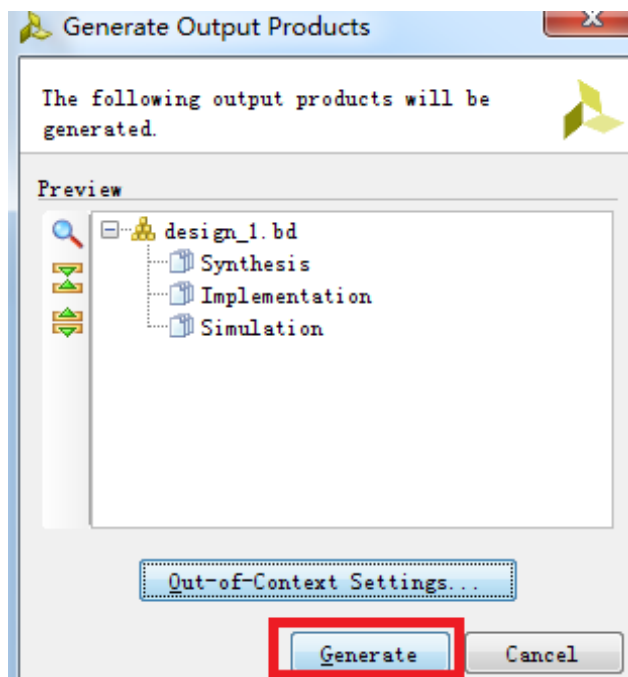
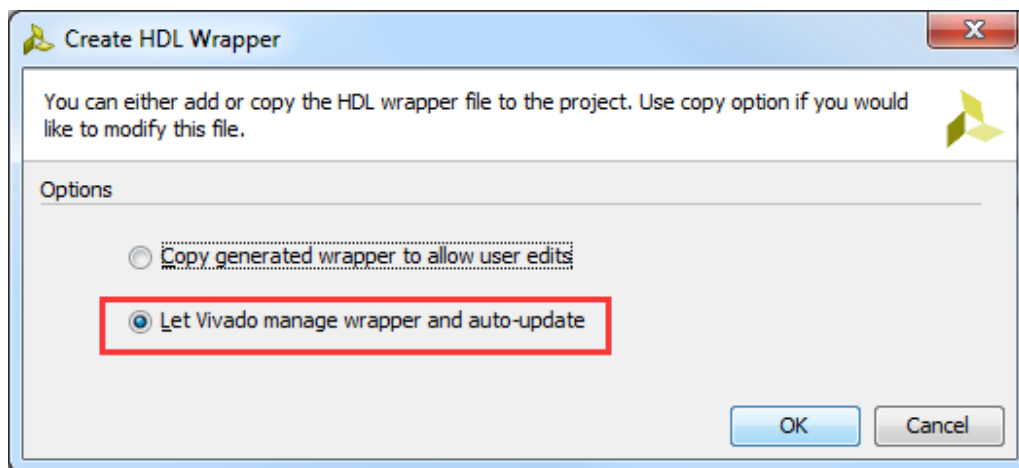

图 2-14 生成顶层文件界面
图 2-15 创建 HDL 文件界面
10) 在生成输出文件的界面中点击 **Generate**，如图 2-14。生成完输出文件后，再次右击 **design_1**，选择 **Create HDL Wrapper**，创建 HDL 代码文件。对原理图文件进行实例化。在创建 HDL 文件的界面中，保持默认选项，点击 **OK**，完成 HDL 文件的创建。如图 2-15。至此，原理图设计已经完成。